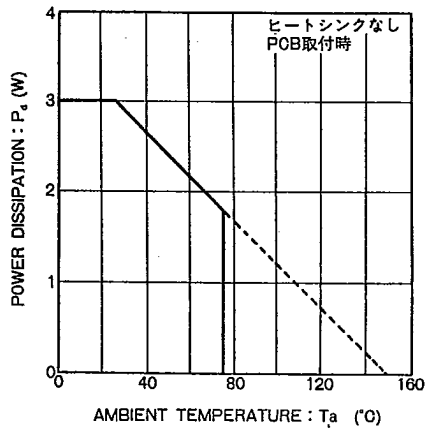

Fig. 3 熱軽減率曲線
2. 直流負荷抵抗  $R_S$  は Fig. 3 の熱軽減率曲線を参照し、許容損失  $P_d$  を越えないように設定してください。許容損失を越えるような使い方をすると、回路が正常に動作しないことがあるので注意してください。